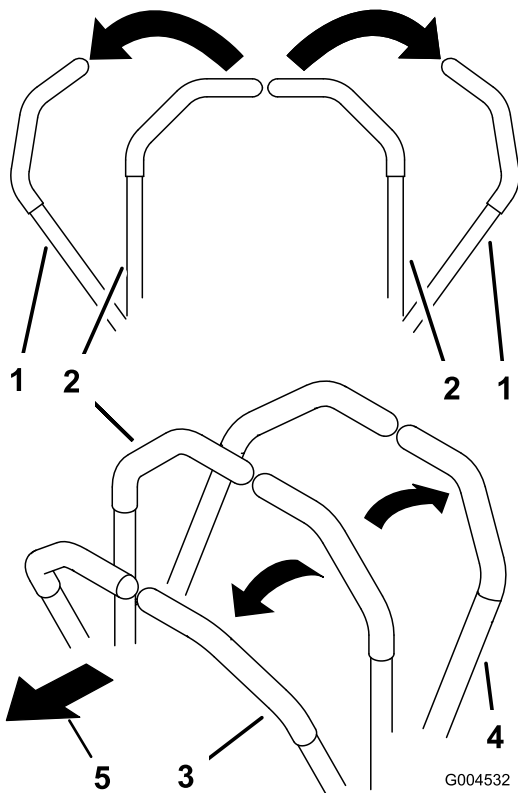
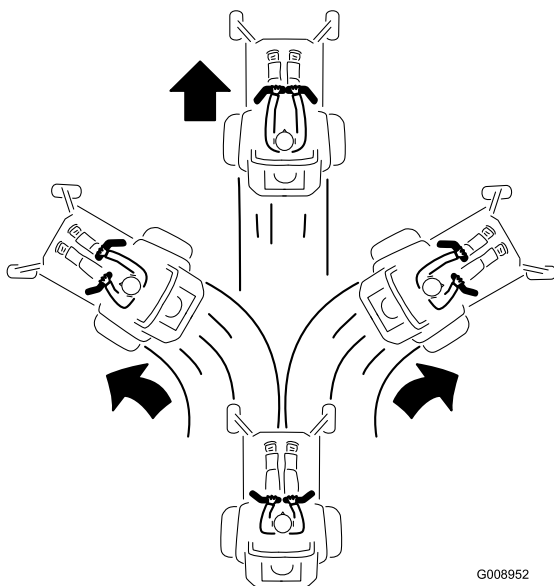

Figura 17
Figura 19
2. Per fare marcia avanti spingete lentamente in avanti le leve di controllo del movimento ((Figura 17 e Figura 19).
Per spostarvi in linea retta applicate una pressione identica su entrambe le leve di controllo del movimento (Figura 17).
Per girare, rilasciate la pressione sulla leva di controllo del movimento verso la direzione in cui volete voltare (Figura 17).